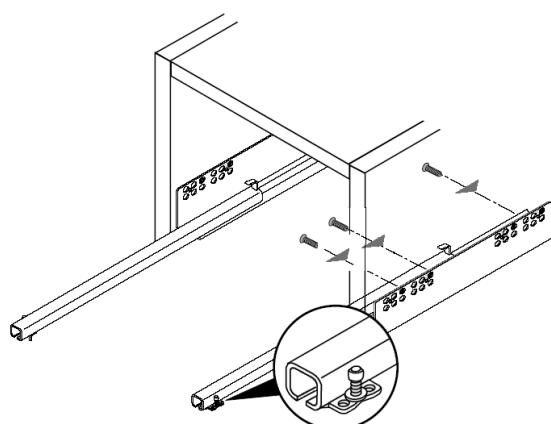

Рис. 2
3. На боковые стенки (1), (2), перегородку (7) шурупами 6,3x10,5 установить направляющие ящиков, при этом первое отверстие на боковой стенке совместить с третьим отверстием в верхнем ряду на направляющей (рис.2 и схема сборки). Также на боковую стенку (2) и перегородку (6) в отверстия d=5мм установить дюбели полкодержателей DU322 (короткие). На боковую стенку (1) и перегородку (6) установить штангодержатели шурупами 3,5x13мм.
4. На крышку (3) установить упор для дверей саморезами 3,5x16мм.
6. На полки (9) установить врезные полкодержатели.